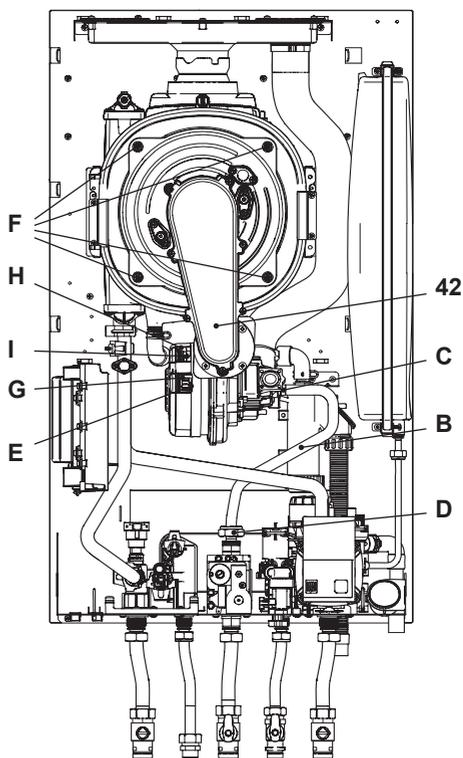

Figura 9.8
Rimozione del gruppo bruciatore ventilatore 42 in Figura 9.8.
- Inserire un cacciavite piano nella rientranza E del connettore G e fare leva verso il basso, contemporaneamente scollegare il connettore G tirandolo frontalmente (Figura 9.8).
(Figura 9.8).
- Svitare i dadi F e rimuovere il gruppo bruciatore ventilatore 42 (Figura 9.8)